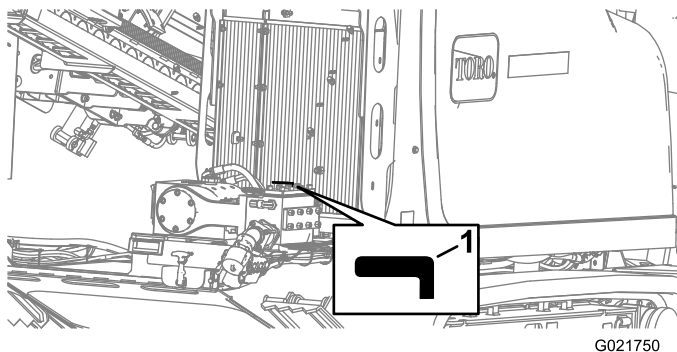

Figure 154
4. Tournez la vanne du fluide de forage en position fermée (Figure 154).